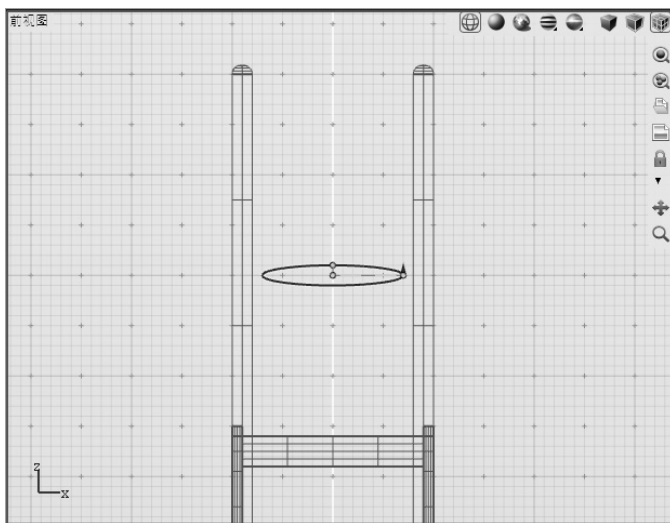

图 5-26 设置椭圆第 1 个轴端点位置
3) 当控制台提示“轴端点#1”时，如图 5-26 所示，单击第 1 个端点位置。